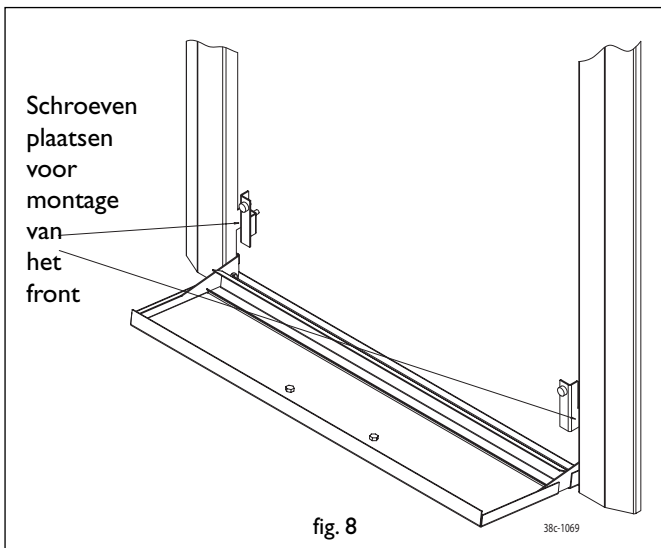

fig. 9
- Schuif de witte stekker van het aansluitsnoer achterop de printplaat van de ontvanger (fig. 9).